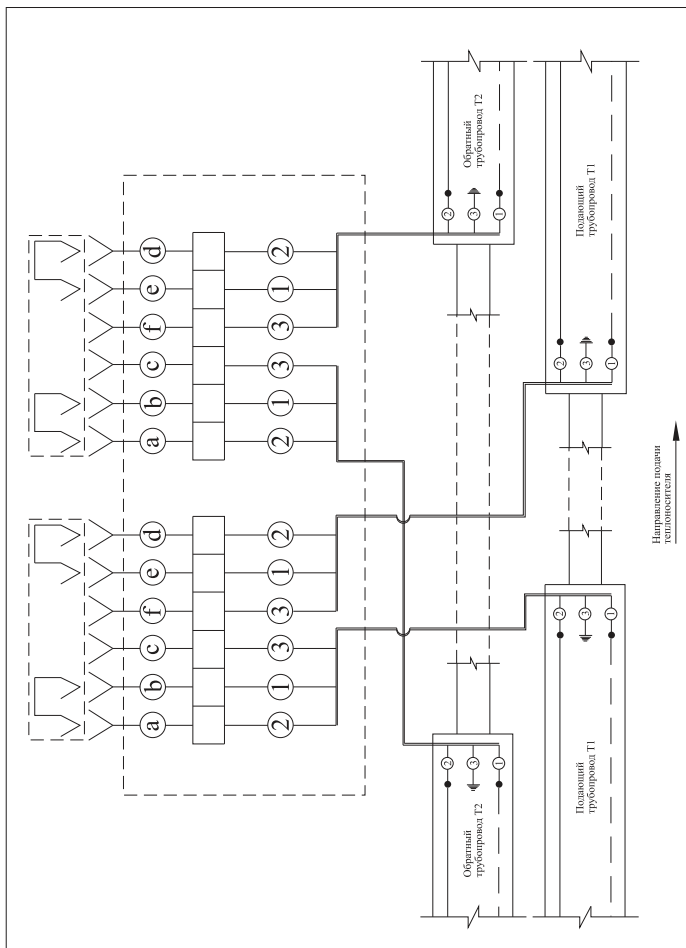

Рис. 9 Разъединение/закольцовка двух независимых двухтрубных систем ОДК
8. Для разведения/закольцовки двух независимых двухтрубных систем ОДК монтаж проводников внутри терминала осуществлять по электрической схеме **Рис. 9**, а в разъем **2** установить заглушки-замыкатели с черным маркером **1а**.